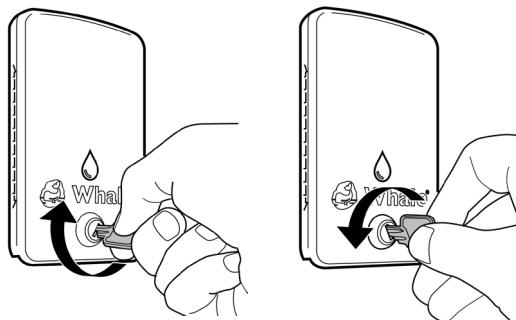

Bild 3. Låsning och upplåsning av locket
- (bild 3) Locken till påfyllning av tanken och påfyllning av tanken + 12v uttag har en säkerhetsspärr som förhindrar åtkomst till din färskvattenförsörjning. Vrid med sols för att låsa, motsols för att låsa upp locket.